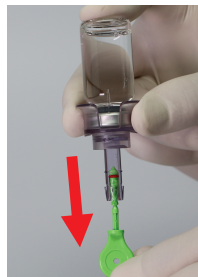

图 7
- 向下拉活塞，将液体抽入到液筒中。按需去除气泡。使红色橡胶圈对准灌注线即完成灌注，如图 7 所示。